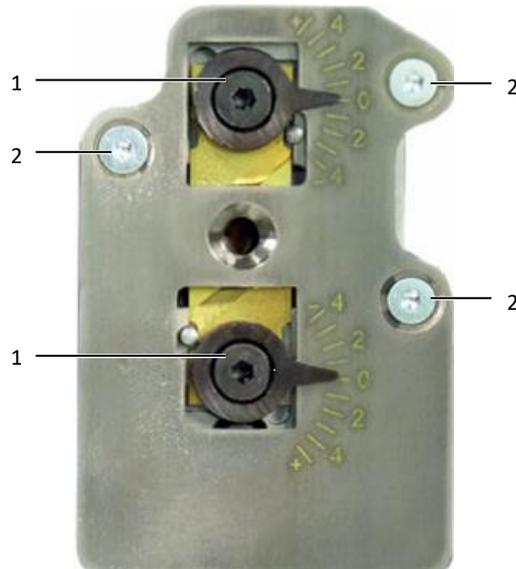

Abb. 30: Abisoliereinheit
- Entfernen Sie beide Exzenter (Abb. 30, Pos. 1) (Innensechskantschlüssel 2,5 mm).
- Lösen Sie die Befestigungsschrauben (Abb. 30, Pos. 2) (Innensechskantschlüssel 2,0 mm) und entfernen Sie die Abdeckung.